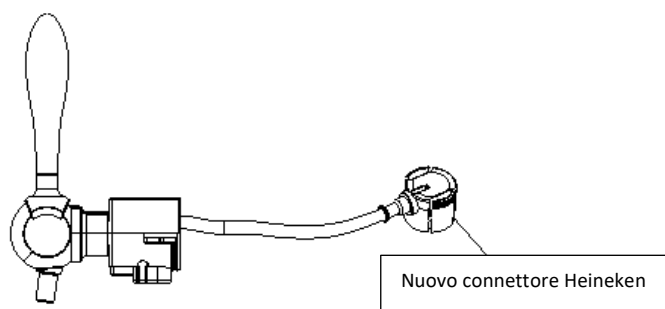

Figura 5 (solo per fusto da 5 litri)
6. Allineare verticalmente il dispositivo della valvola di uscita della birra con la parte di collegamento del fusto di birra al centro della superficie superiore e premerlo immediatamente nel fusto di birra. Quando si sente un clic, il dispositivo di erogazione è stato fissato correttamente sul fusto di birra (come mostrato nella Figura 5 di seguito). Dopo aver installato il dispositivo a valvola, inserire il barilotto di birra nel dispositivo.
7. PER UN FUSTO DA 5L : Sostituire il tubo della birra con l'adattatore (nuovo connettore Heineken) al rubinetto del dispositivo. Quindi, collegare l'adattatore al connettore della birra (Figura 5).